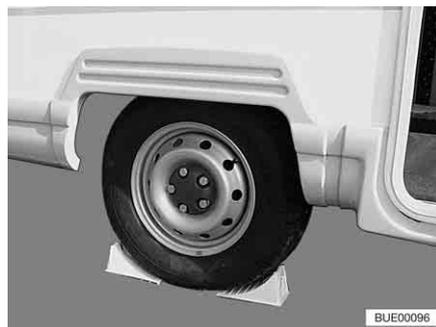

Bild 256 Fahrzeug sichern
- Unterlegkeile oder ähnliche geeignete Gegenstände am gegenüberliegenden Rad unterlegen, um das Fahrzeug zu sichern (Bild 256).